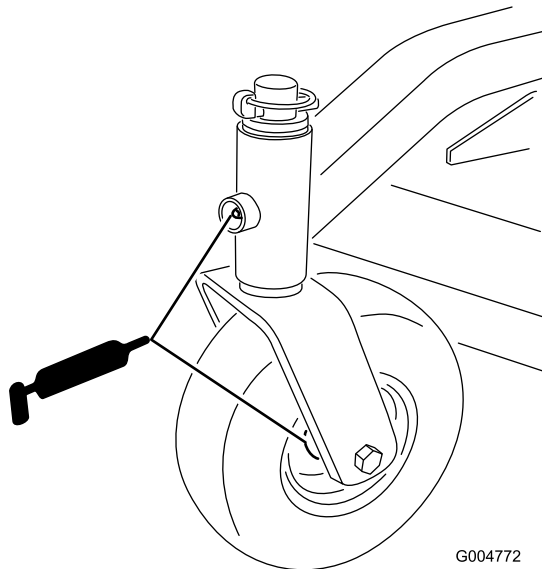

Bild 21
1. Schmieren Sie die vorderen Laufradlager und die Vordergelenke ein (Bild 21).
4. Entfernen Sie den Fettdeckel vom Hinterrad. Fetten Sie das Lager am Hinterrad ein (Bild 21).